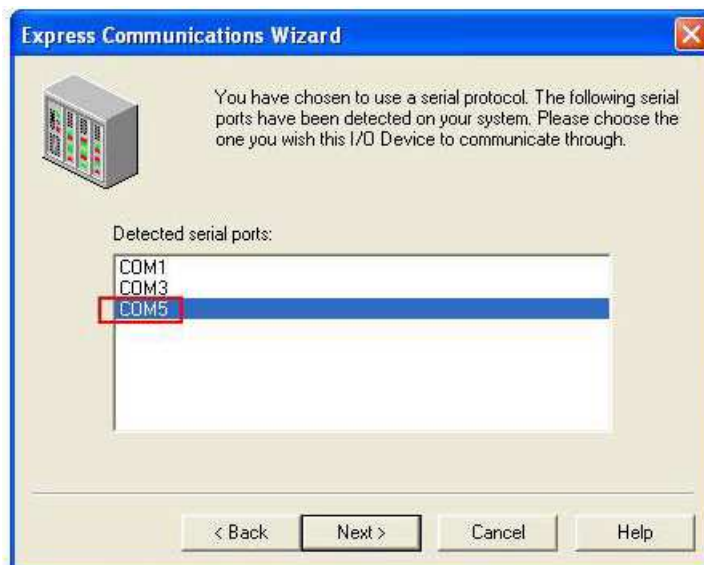

Рис. 18
3.4. Выберите COM порт, через который осуществляется соединение с NA-4020 и NA-4021 и нажмите **Next** (Рис. 18). В нашем примере это – **COM5**.